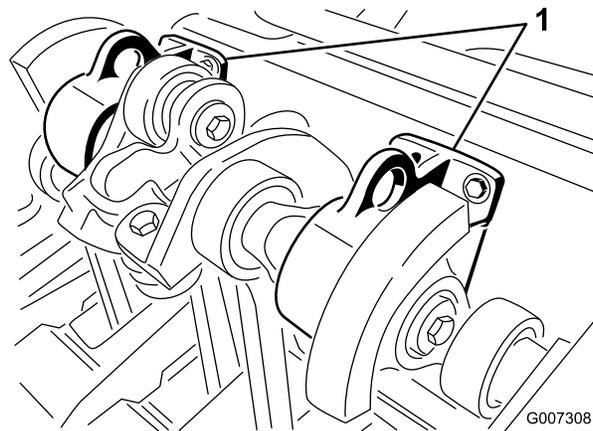

Figure 26
**Remarque:** Si un dispositif de levage est disponible, vous pouvez l'utiliser pour soulever l'arrière de l'aérateur ProCore. Utilisez les œillets des logements de roulements de la tête d'aération comme points de levage (Figure 26)